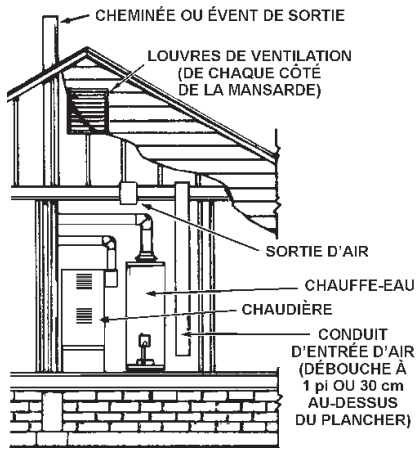

FIGURE 13
- Chaque ouverture qui communique avec l'extérieur par un conduit vertical doit comporter une surface libre d'au moins 1 po2 par 4 000 Btu/h (5,5 cm2/kW) de débit calorifique nominal total de tous les appareils se trouvant dans l'enceinte (fig. 13).